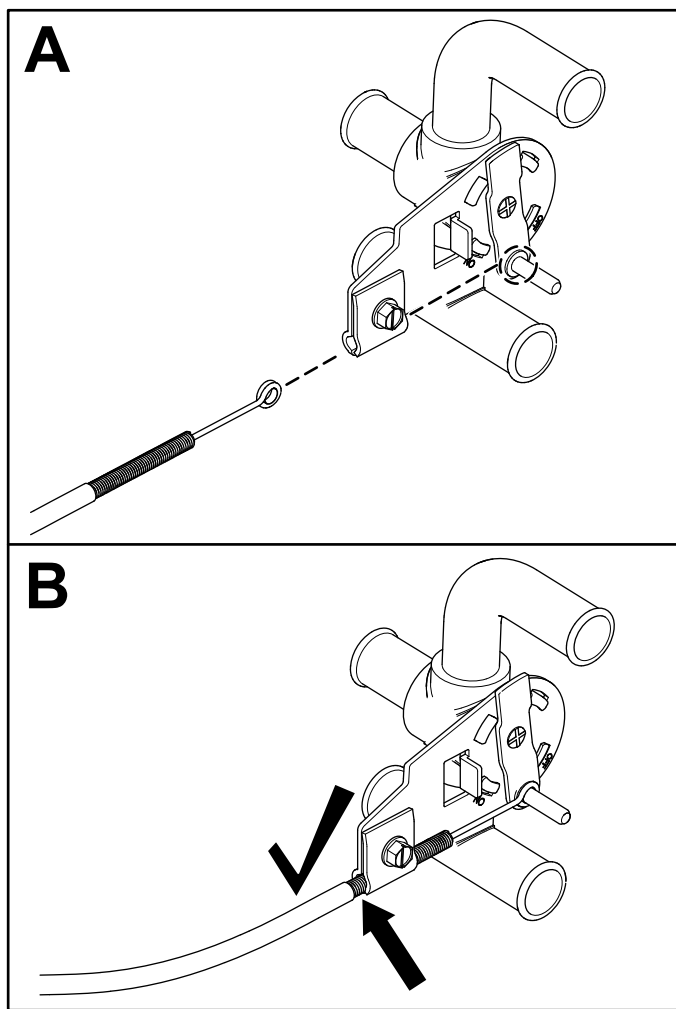

Figura 8
8. Asegúrese de que la válvula de agua está en la posición central y conéctela al otro extremo del cable de control (Figura 8).